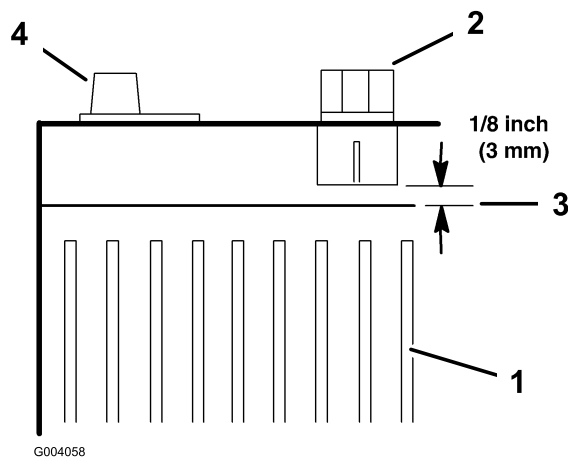

Figure 28
7. Ajoutez la quantité d'eau distillée nécessaire pour que le niveau de l'électrolyte arrive à 3 mm du bas de chaque logement de remplissage (Figure 28).